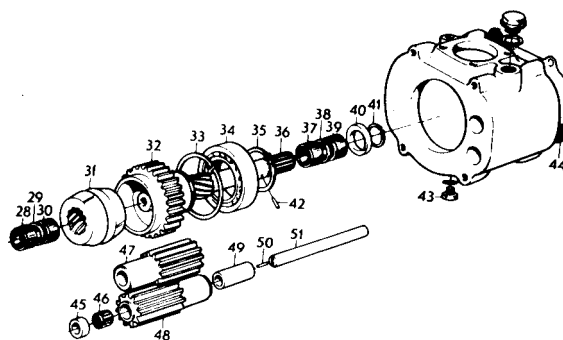

Fig. 11
1. Monter la rondelle d'arrêt (33, fig. 11) dans le carter.
2. Enfoncer le roulement (34) dans le carter en se servant du mandrin 884500.
4. Enfoncer le pignon (32) dans le roulement (34) en se servant du mandrin 884263. Remarque : l'outil d'appui 884488 doit être adapté à la bague intérieure du roulement. Veiller à ce que les dents du pignon s'engagent bien dans les entre-dents des satellites.
5. Verrouiller le pignon avec le circlips (35).
Réassemblage du carter avant avec le carter intermédiaire MS (Fig. 11 et 13)